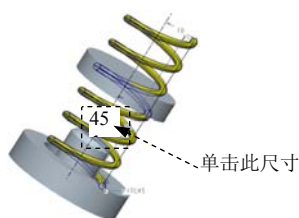

图 5.11.8 选取尺寸
Step2. 选取绘图区的弹簧零件模型, 从菜单管理器中选择 **Specify (指定)**   **Done (完成)** 命令, 然后选取图 5.11.8 所示的尺寸 “45”, 并在 “SPING: 可